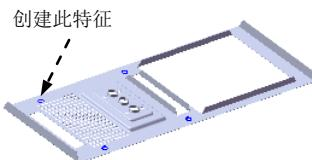
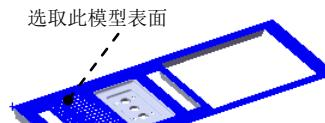
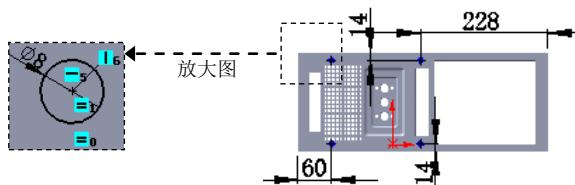

图 17.8.54 创建切除一拉伸 6
图 17.8.55 定义草图平面
图 17.8.56 横断面草图
Step15. 创建图 17.8.54 所示的切除一拉伸 6。选取图 17.8.55 所示的表面为草图平面，绘制图 17.8.56 所示的横断面草图。采用系统默认的切除深度方向；在 **方向 1** 区域的下拉列表中选择 **完全贯穿** 选项。